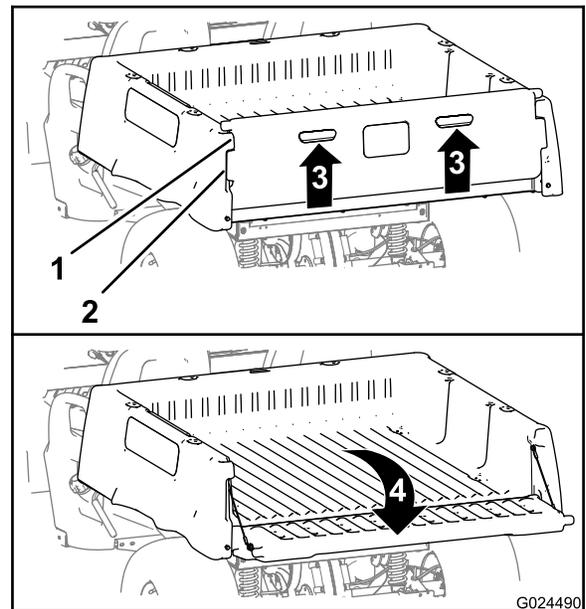

Figure 12
2. Passez les doigts dans les poignées du hayon pour le soulever (Figure 12).
6. Faites pivoter le hayon vers le haut et l'avant jusqu'à ce que les bords de verrouillage du hayon soient de niveau avec le creux dans le plateau de chargement (Figure 12).
7. Abaissez le hayon jusqu'à ce qu'il soit de nouveau engagé à l'arrière du plateau de chargement (Figure 12).